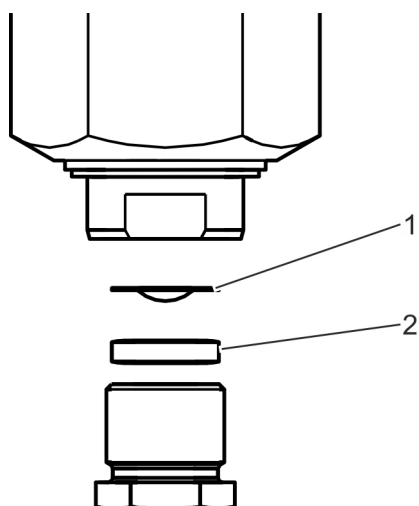

Abb. 21: Berstscheibe ersetzen (dargestellt wird eine intakte Berstscheibe)
- 13.** ▶ Druckring (Abb. 21/2) und defekte Berstscheibe (Abb. 21/1) demontieren.